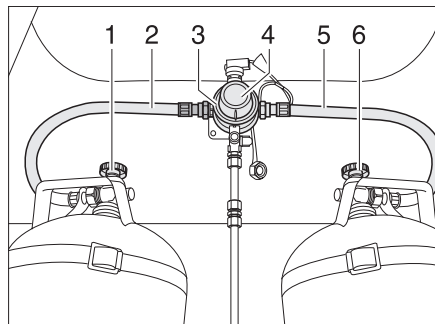
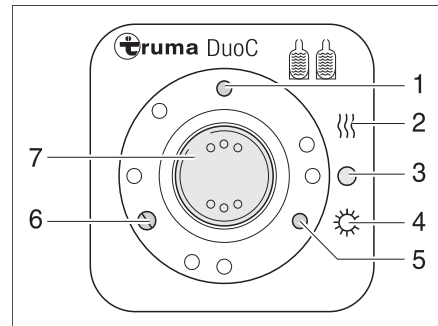

Fig. 90 Instalación de conmutación DuoControl
Fig. 91 Unidad de mando
La instalación de conmutación DuoControl consta de un regulador de conmutación (Fig. 90,3) y la unidad de mando (Fig. 91). El regulador de conmutación está montado entre las gomas del gas (Fig. 90,2 y 5). Con el botón giratorio (Fig. 90,4) en el regulador de conmutación se puede determinar cuál de las bombonas de gas se usará como bombona de servicio y cuál bombona de gas como bombona de reserva.
En la unidad de mando (Fig. 91) únicamente pueden conmutarse las funciones eléctricas. Las llaves de paso principales de las bombonas de gas (Fig. 90,1 y 6) deben abrirse a mano.
El regulador de conmutación garantiza una presión del gas constante, independientemente de cuál bombona de gas está suministrando el gas. Las dos luces de control en la unidad de mando indican el nivel de llenado de la bombona de servicio. Cuando la luz de control verde (Fig. 91,6) se ilumina, la bombona de servicio está llena. Cuando la luz de control roja (Fig. 91,5) se ilumina, la bombona de servicio está vacía. El suministro de gas se realiza entonces a través de la bombona de reserva.
- Abrir las llaves de paso principales en las bombonas de gas (Fig. 90,1 y 6).
- Con el botón giratorio (Fig. 90,4) en el regulador de conmutación (Fig. 90,3), seleccionar la bombona de gas de la cual se debe tomar el gas preferentemente (bombona de servicio). Girar el botón giratorio siempre hasta el tope.
- Conectar la instalación de conmutación DuoControl en la unidad de mando (Fig. 91). Poner para ello el interruptor basculante (Fig. 91,7) en modo de invierno "On y calentar" (Fig. 91,2) o en modo de verano "On" (Fig. 91,4). El regulador de conmutación está ahora desaireado. La luz de control amarilla (Fig. 91,1) se enciende, si se ha elegido el modo de invierno y conectado el deshelador de reguladores.
- Poner el interruptor basculante (Fig. 91,7) en "O" (Fig. 91,3). La luz de control amarilla (Fig. 91,1) se apaga.
- Cerrar las llaves de paso principales en las bombonas de gas (Fig. 90,1 y 6).
Las luces de control en la unidad de mando (Fig. 91,5 y 6) indican en el interior del vehículo, si la bombona de servicio está lista para el funcionamiento.
Si durante el funcionamiento la luz de control verde (Fig. 91,6) se apaga y la luz de control rojo (Fig. 91,5) se enciende, la bombona de gas seleccionada como bombona de servicio está vacía y debe cambiarse. La bombona de reserva seguirá suministrando gas a los consumidores de gas.